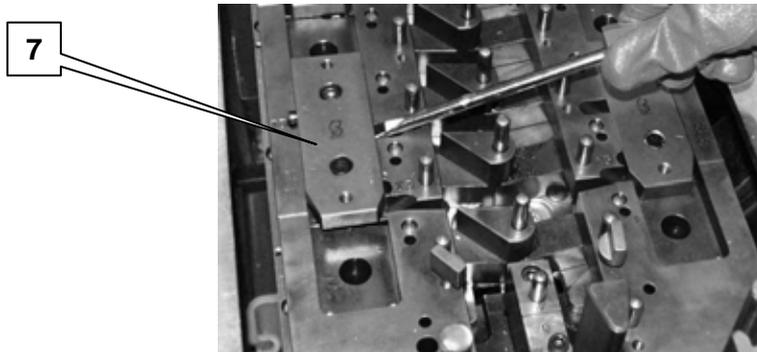

Figura 4.46 – Sollevamento del fulcro 3 di sinistra
- 4.1 sollevare con il giravite il fulcro 3 **7** di sinistra (figura 4.46);